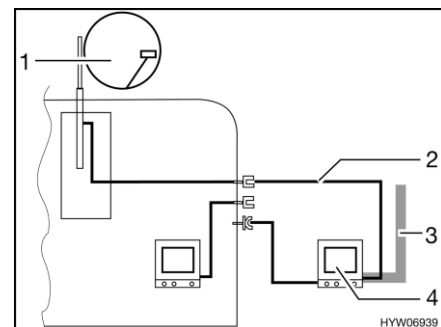

Fig. 203 TV dans l'auvent
- TV dans l'auvent (Fig. 203,4) : Raccord à l'antenne sur le toit (Fig. 203,1) avec câble d'alimentation (Fig. 203,2)
- TV dans l'auvent (Fig. 203,4) : Raccord à l'antenne extérieure (Fig. 203,3)